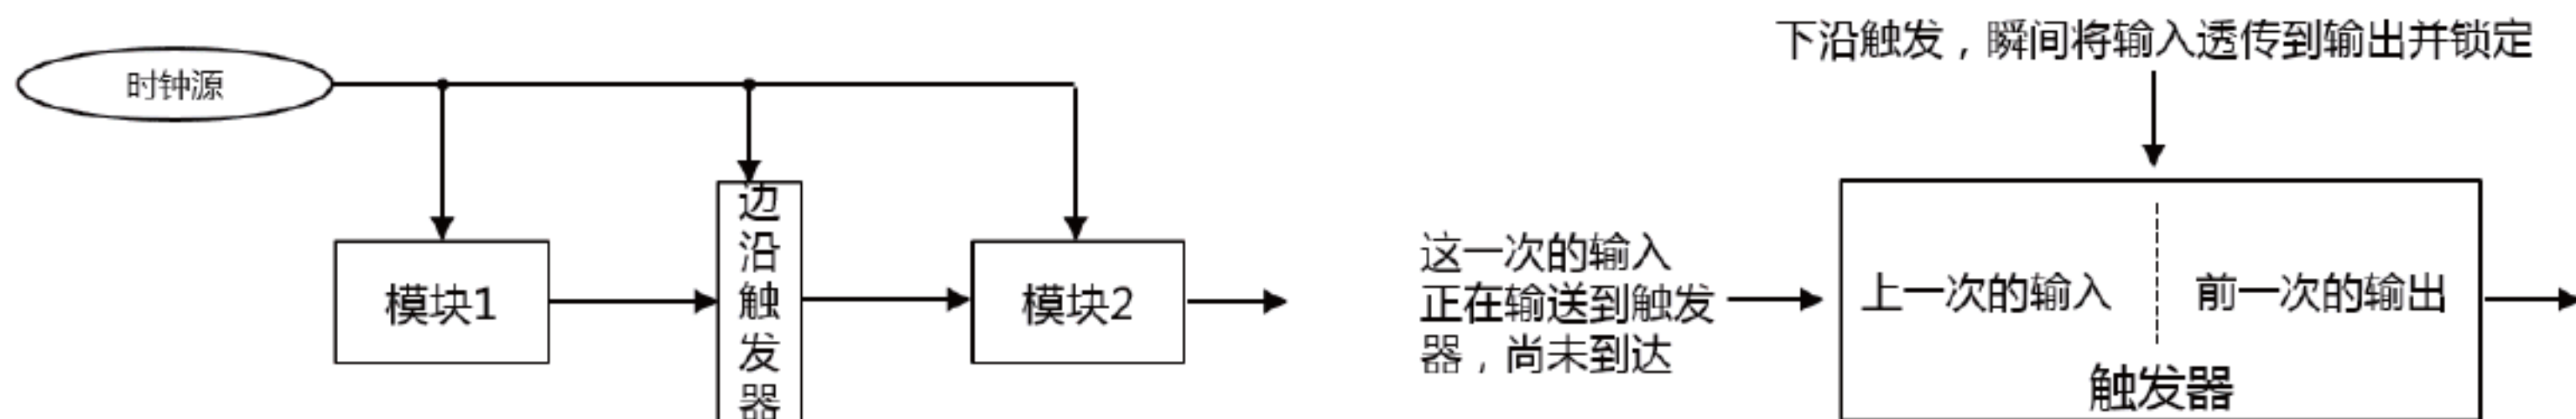

图1-115 利用锁存器分多步传送数据
如图1-115所示，如果模块2的电路中含有时序逻辑，不能容忍模块1的过渡态结果输出，那么可以在它们之间隔离一层边沿型触发器/锁存器。1.3.3节介绍过边沿型触发器的底层机制，可以复习一下。本质上，边沿型触发器内部分了两个域，左边为输入端，右边为输出端。对于电平型触发器，当锁定控制信号端被置为1时，触发器持续处于锁定状态：不管输入端怎么变化，或者说经历了多少个过渡态，这期间输出端是恒久不变的。而当锁定信号被置为0时，触发器会将输入端的信号完全透传到输出端，也就是输出端会跟随输入端的变化而同步变化，此时触发器就相当于一根透明的导线。当锁定信号端从0变为1时，触发器将瞬间锁住，相当于将这根导线突然一分为二，
如果将时钟源输出的振荡信号，按照图1-115中的方式连接到每个边沿型触发器的锁定控制端的话，我们分析一下这个电路的行为顺序。当时钟的第一个下沿到来时，它触发了模块1内部的写指针计数器+1，准备从FIFO中选出一条数据并导向到其DEMUX的数据输入端。根据前面的分析，这个过程会导致DEMUX过渡态的错误输出，此时模块1正在生成的信号尚未抵达触发器，模块1输出的信号依然维持着上一次的稳定值。与此并行发生的事情是：在时钟下沿的瞬间，将触发器的上一个输入（由模块1电路上一次稳定输出而来）瞬间透传到右边并锁定。赶得就是这个巧，实现了一步突变并被稳定住，而不是多个过渡态错误输出之后再稳定。触发器的这个稳定输出，会被输送到触发器右边的电路模块2，从而完成计算。之后，模块1当前的、本次的新结果抵达了触发器，覆盖掉了上一次的信号。但是这个新信号面对的却是一堵墙，无法透过，而且新信号可能会有多个过渡态版本先后到来。而这次的数据想要被输送到模块2的话，需要等待下一个时钟下沿的到来。可以看到，一个数据从模块1传送到模块2，至少需要耗费两个时钟周期。在第一个时钟周期内（从第一次下沿到第二次下沿），下面四件事并行、同时发生。
(3) 由于触发器的输出端有了新的信号，所以模块2在时钟下沿时被输入了新的信号，在时钟随后的低电平期、上沿期、高电平期这三个时间段内，模块2必须利用这份最新的输入信号，流经其自身内部逻辑，完成计算，并输出结果到模块2的下游（图1-115中未标出）。
(4) 模块1本次计算完成的数据，到达了触发器输入端，等待下一次触发器将城门打开，从而穿透到模块2的输入端供模块2计算和输出。
在图1-115中，通过比较器得出的结果会反馈到门控从而让时钟脱挡，这就是反馈的意义。